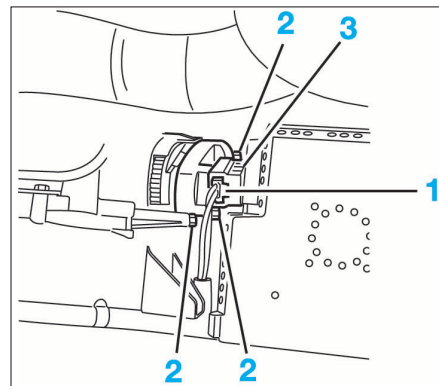

FIG. 18
- Débrancher la connexion (1) (Fig.18) du motoréducteur.
- les 3 vis (2).
- le motoréducteur (3).